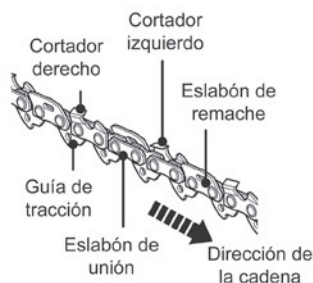

Fig. 72
- > La diferencia de altura entre el diente y el surco es la profundidad de corte. Al afilar la cadena de la sierra (C4), debe tener en cuenta los siguientes factores (Fig. 72).